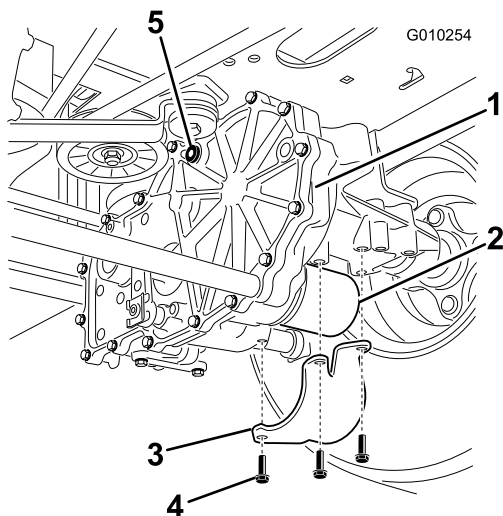

Figure 47
3. Localisez le filtre et les protections sur chaque transmission de la boîte-pont (Figure 47).